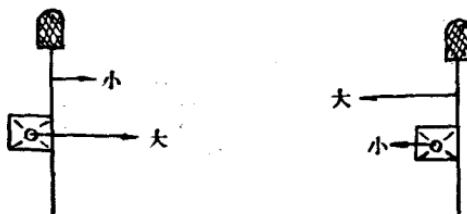

图 2 筚座向后摆动时梭子
(1) 当筘座由前向后作摆动时，因为梭子在筘的前面飞行，所以必须是梭子的向后摆动速度大于筘座的向后摆动速度，如图 2 所示。只有这样，才能使梭子紧贴筘面。而要使梭子获得向后的摆动速度，这就要求梭子必须是在筘座向后摆动时离开梭箱；同时，梭子还必须在筘座的摆动速度由大变小时进入梭道。因为只有这样，梭子在离开梭箱时获得较大的摆动速度，而筘座的摆动速度又开始逐步降低下来，才能使梭子的向后摆动速度大于筘座的向后摆动速度。
(2) 相反，当筘座由后向前作摆动时，就必须是梭子向前摆动的速度小于筘座向前摆动的速度。只有这样，才能